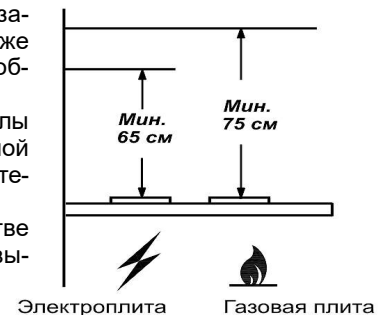

Рисунок 1
- при установке вытяжки соблюдайте указания п. 1.2 (рисунок 1);